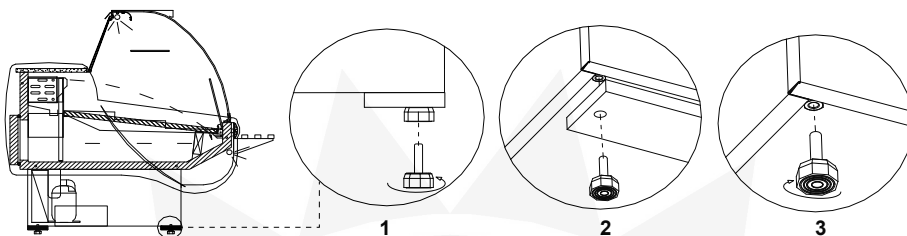

Abb.3 Entfernen der Holz Bühne
- Die Anlage auspacken und das Holzpodest, das auf der Grundlage vorhanden ist, entfernen (ausgeschlossen von fahrbaren Anlagen) Abb.3 (S.31)